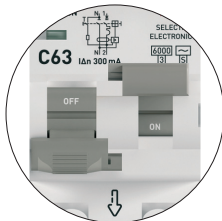

Рис. 5. Индикация срабатывания АВДТ-63N по короткому замыканию или перегрузке
Рукоятка управления АВДТ состоит из двух частей. При срабатывании АВДТ по причине возникновения короткого замыкания или перегрузки, левая часть рукоятки управления переходит в нижнее положение (OFF), а правая рукоятка остаётся в верхнем положении (ON), как показано на рис. 5.